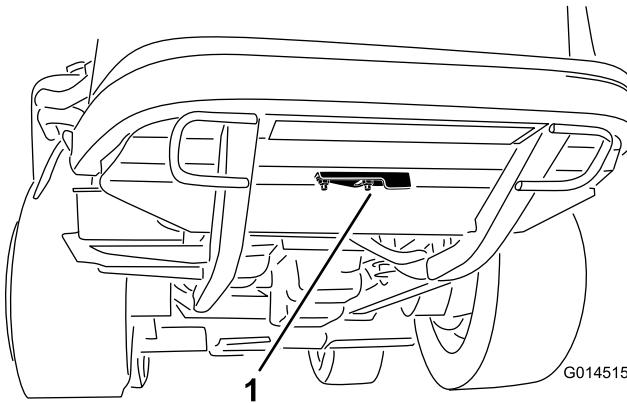

Figura 54
2. Afloje la tuerca con arandela prensada que sujetla la tapa del hueco de limpieza a la parte inferior del bastidor trasero (Figura 54). Gire la tapa a un lado para tener acceso al hueco de limpieza del bastidor.